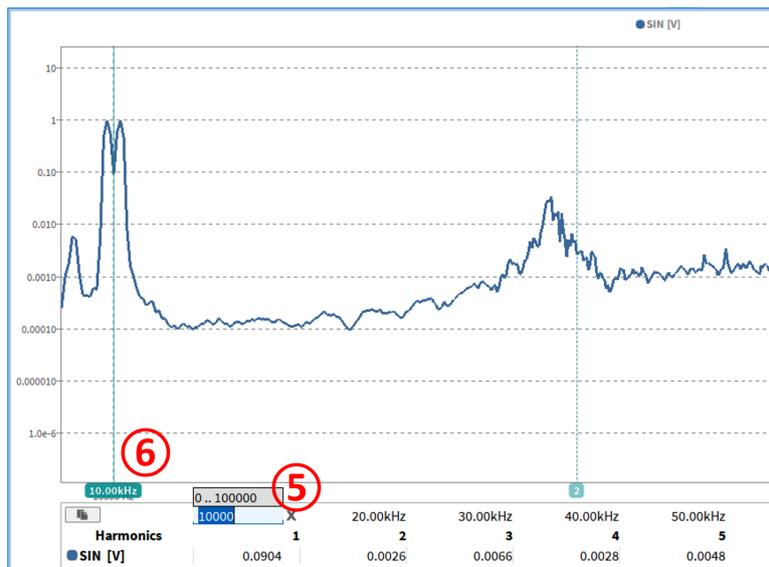

Abb. 8.52: Änderung der Cursorposition der ersten Harmonischen
Die Position aller Cursor kann geändert werden, indem eine neue Frequenz für die erste Harmonische eingetragen wird (siehe ⑤ in Abb. 8.52). Es ist zudem möglich, den ersten Harmonischen Cursor mit der Maus zu verschieben (siehe ⑥ in Abb. 8.52). In beiden Fällen werden die Positionen der übrigen Cursor automatisch angepasst.